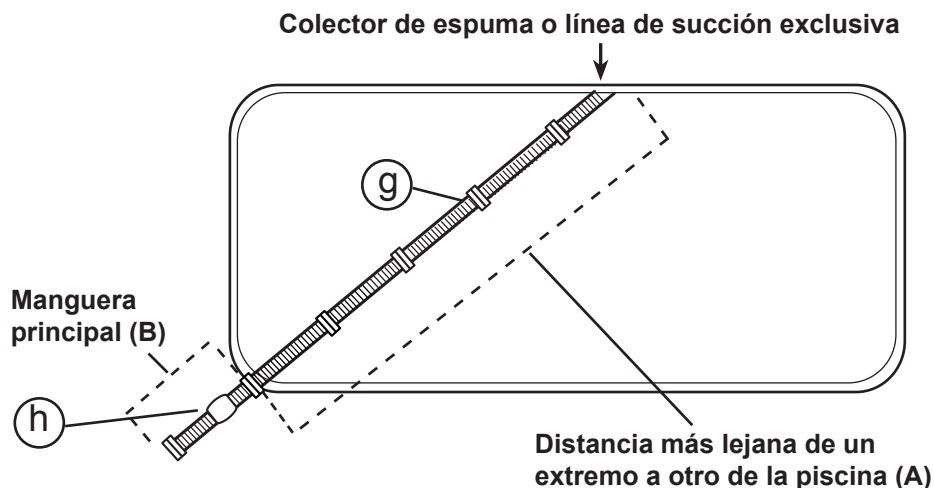

Figura 5
1. Mida bien la manguera para que alcance el punto más lejano de la piscina desde el colector de espuma o la línea de succión exclusiva. Retire las secciones adicionales de la manguera, según sea necesario. Véase (A) en la figura 5, abajo.
2. Luego, conecte la manguera principal al extremo donde se conectará el cabezal del limpiafondo. Véase (B) en la figura 5, abajo. La longitud extra permite que el limpiafondo alcance los puntos más lejanos de la piscina si es que se forma un círculo mientras está en funcionamiento.